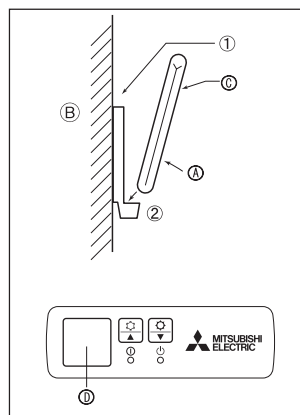
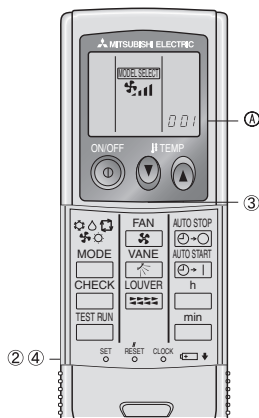

Fig. 6-5
Fig. 6-6
2) Método de instalación (Fig. 6-5)
- ① Fije el soporte del mando a distancia en el lugar deseado atornillándolo con tacos.
- ② Inserte la parte inferior del mando en el soporte.
3) Preparación inicial (Fig. 6-6)
- ① Introduzca las pilas.
- ② Pulse el botón SET con algún objeto puntiagudo. El mensaje **MODEL SELECT** parpadea y se resalta el número de modelo (Model No.).
- ③ Pulse el botón **MODEL SELECT** para seleccionar el número de modelo.